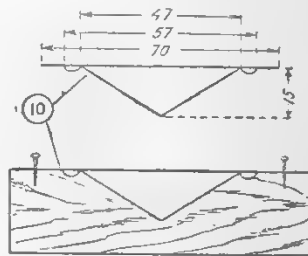

Рис. 4. Наверху — мембрана в разрезе, внизу — разрез оправки для изготовления мембраны.
10) Мембрана (рис. 4) из латунной или медной фольги, толщиной 0,07—0,08 мм. Имеется в продаже, стоит 25 коп.
Изготовление мембраны любительскими средствами — дело очень трудное, а потому лучше приобрести ее готовую в радиомагазине. Для желающих попробовать изготовить самим даем здесь указания. Приспособлениям для изготовления мембраны служат выточенная из твердого дерева оправка (рис. 4), выточка в которой точно повторяет размеры мембраны. Эта оправка закрепляется на шпатель токарного станка а так как такового у радиолюбителя